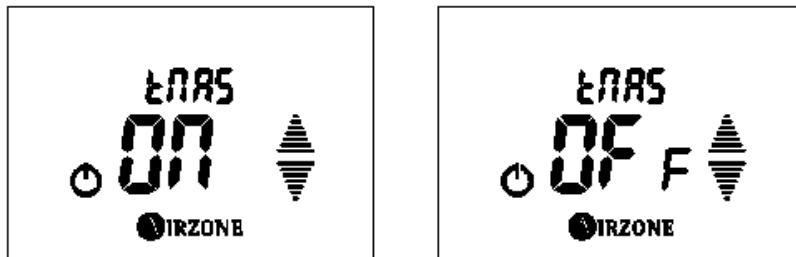

Fig. 81
- Configuración termostato maestro  $\text{E}^{\text{T}}\text{AS}$ :** Muestra la configuración que tiene el termostato. Si es maestro muestra  $07$  y si es zona muestra  $OFF$ . Si desea cambiar la configuración del termostato pulse **AIRZONE**, el valor del menú se pondrá a parpadear, esto indica que estamos dentro del menú. Seleccione la opción deseada mediante las flechas  $\blacktriangle/\blacktriangledown$  y pulse **AIRZONE** para confirmar. Si desea salir del menú pulse  $\text{O}$  para volver al menú anterior. (Fig. 81)